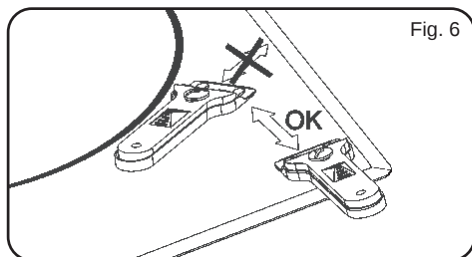

Fig. 6
- Nëse përdorni shpatullën në mënyrë të parregullt, prerësi mund të thyhet. Nëse ndodhë kjo, mos provoni për të larguar pjesën me duar, përdorni me kujdes pincat ose një thikë të hollë. (Shihni Fig. 6).